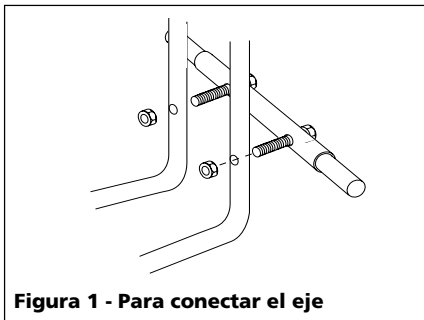

Figura 1 - Para conectar el eje
2. Coloque la bomba boca arriba y sostengala con firmeza. Conecte el eje a las patas de la carretilla con los pernos que vienen instalados. Asegure cada perno con una tuerca de 6,4 mm (1/4") - 20. Use la llave de 11,1 mm (7/16") para apretarlos (Vea la Figura 1).